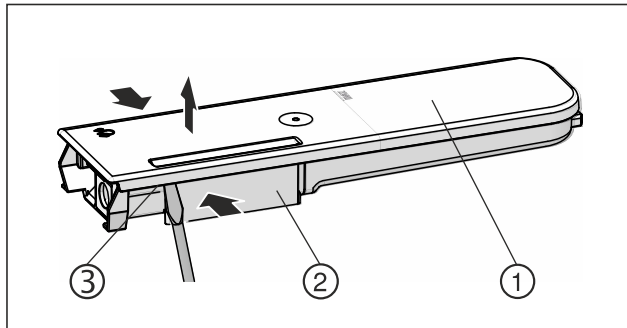

Fig. 128
- Presionar el depósito de agua Fig. 128 (2) y hacer palanca con cuidado en la tapa Fig. 128 (1) sobre los pestillos Fig. 128 (3) y tirar de ella hacia arriba.
- Mover suavemente la tapa Fig. 128 (1) hacia delante y hacia atrás y retirarla hacia arriba.